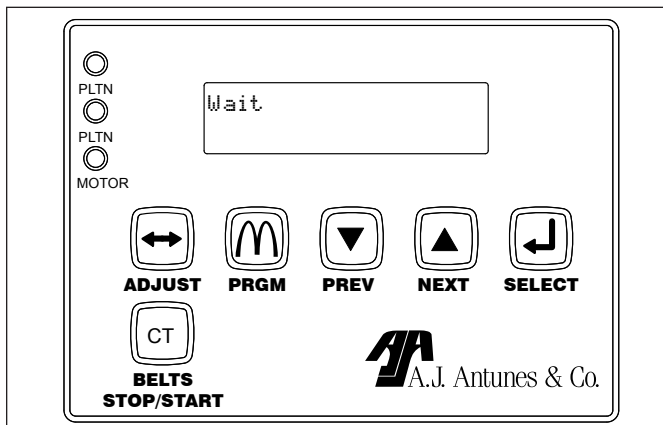

Figura 3. Pantalla de espera del Tostador Club
2. La unidad empezará a calentarse y mostrará el mensaje *Espera* en la pantalla (Figura 3).